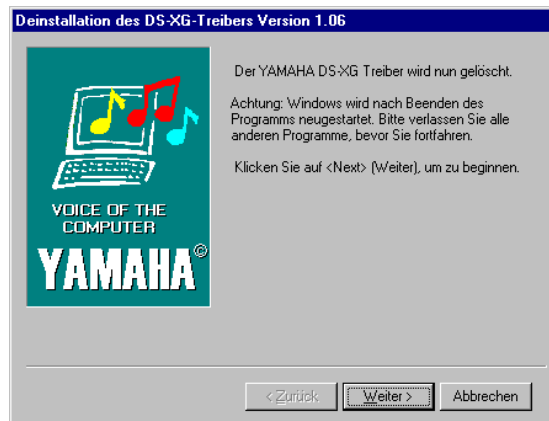

Abbildung 6-19: Deinstallation des DS-XG Treibers.
1. Zum Entfernen des DS-XG Audio-Treibers (Deinstallation) starten Sie wie bei der Installation zunächst das "Shuttle Mainboard Software Setup"-Programm, klicken dann nacheinander auf "Installation der Audio-Software" und "Deinstalliere den YAMAHA DS-XG Treiber". Darauf erscheint das Deinstallations-Programm, wie auf Abbildung 6-19 dargestellt.